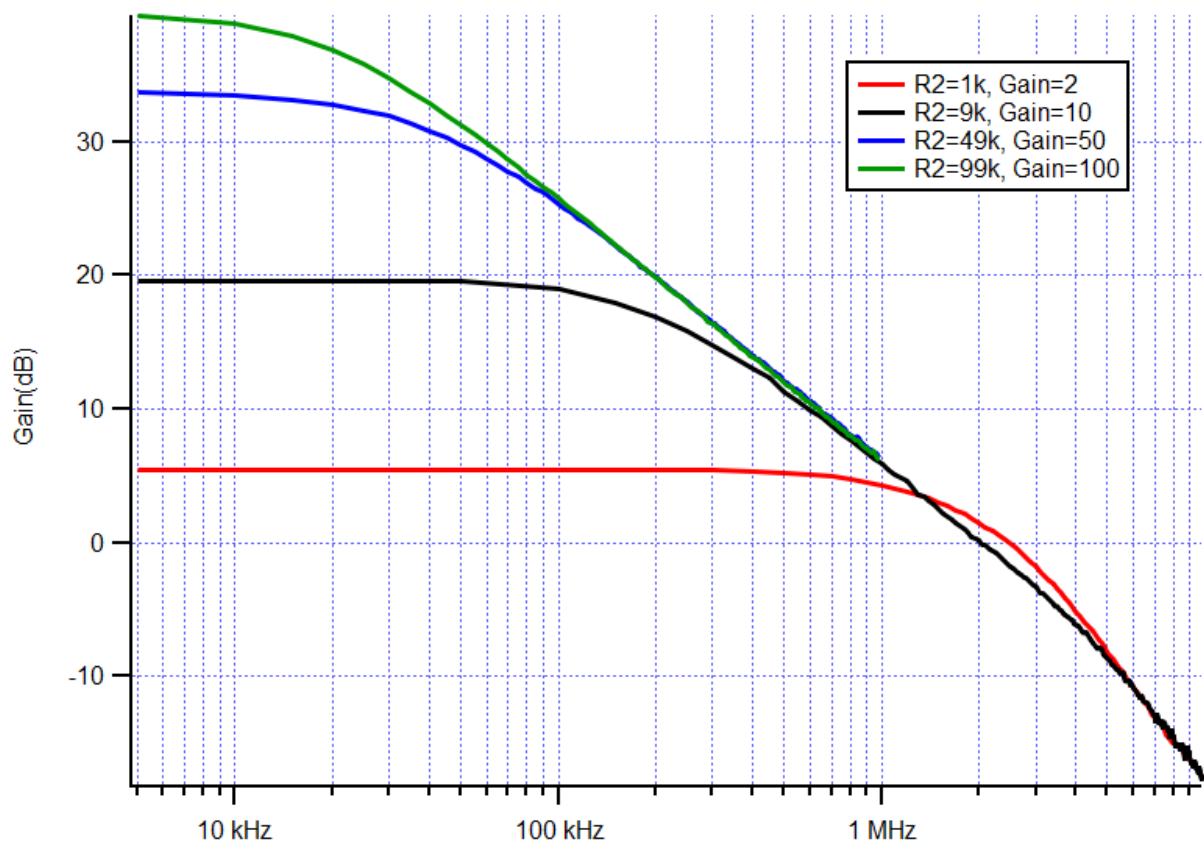

FIGURE 2 – **Produit Gain-Bande** passante constant d'un montage à AO non-inverseur.
- Du point de vue du montage, cela signifie qu'augmenter le gain d'amplification en tension G_0 implique une diminution de la fréquence de coupure f_c , i.e. de la bande passante sur laquelle il est possible d'amplifier des signaux. Expérimentalement, cela se manifeste par un "emboîtement" des diagrammes de Bode du montage non-inverseur lorsqu'on fait varier le gain, comme représenté en figure 2.
- **Manip d'illustration** : on utilise la macro Igor permettant de visualiser des diagrammes de Bode en live par réponse impulsionnelle². Lorsqu'on fait varier R_2 , on visualise "l'emboîtement" représenté en figure 2. Le message à faire transmettre ici est donc pour un montage à AO, *l'amplification se fait au détriment d'une restitution fidèle du signal d'entrée* à cause d'une bande passante limitée.